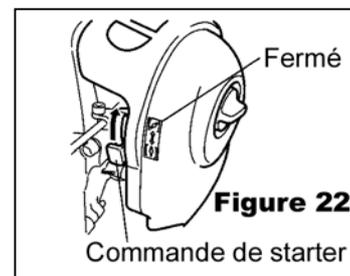
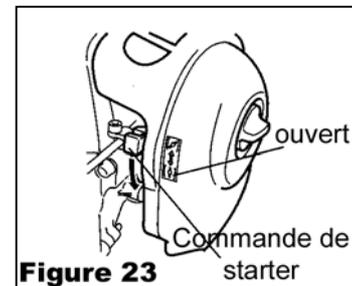

Figure 22
Figure 23
- 3) Si le moteur est froid, placer la commande de starter en position fermée (figure 22). Si le moteur est chaud, laisser la commande de starter en position ouverte (figure 23).
- 5) Après le démarrage, repousser progressivement la commande de starter, jusqu'à la position " OUVERT " (figure 23). Si le moteur cale, recommencer la procédure de démarrage depuis le début.